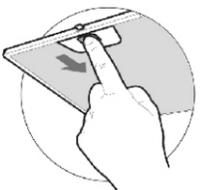

рис. 4
- перед установкой вытяжки снимите алюминиевый фильтр, для этого нажмите на пружинный замок на фильтре и потяните его вниз и на себя (рис. 4);
8.3 Для очистки алюминиевого фильтра извлеките его из вытяжки (рис. 4) и произведите очистку с помощью щетки горячим водным раствором нейтрального моющего средства вручную или в посудомоечной машине (при 60°C).